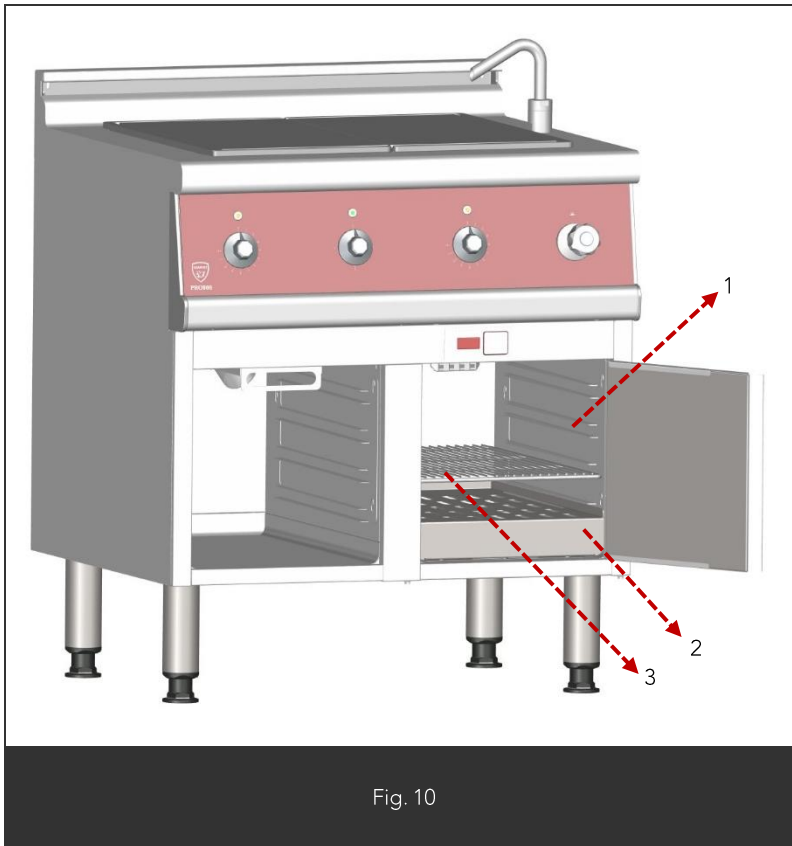

Fig. 10
- Enlever les différents éléments de l'étuve et les nettoyer ; glissière droite et gauche (Fig10 Rep1) , sole (Fig10 Rep2) et grille (Fig10 Rep3).